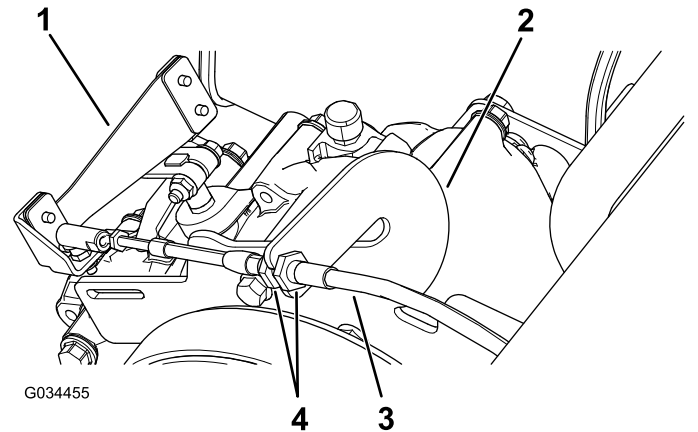

Figure 63
1. Desserrez les écrous de blocage sur le câble de sélection et ajustez-les selon les besoins (Figure 63).
2. Vérifiez la position de l'inverseur de marche en tournant le sélecteur aux 3 positions différentes et vérifiez que le levier (Figure 63) passe correctement à chaque position; voir Contrôle de la position point mort de l'inverseur de marche. (page 56).